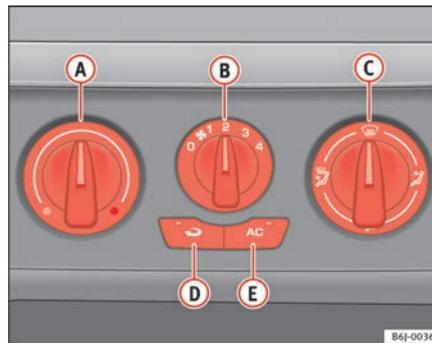

Fig. 89 Sulla plancia portastrumenti: i comandi dell'aria condizionata
- Disattivare l'impianto del condizionatore con il tasto ⇒ fig. 89  (si spegne la spia del tasto).
L'uso della funzione di ricircolo ⇒ pag. 130, fig. 89  (spia nel tasto accesa) impedisce la penetrazione di cattivi odori all'interno dell'abitacolo. Questa funzione è particolarmente utile nelle gallerie e quando si è fermi in coda.